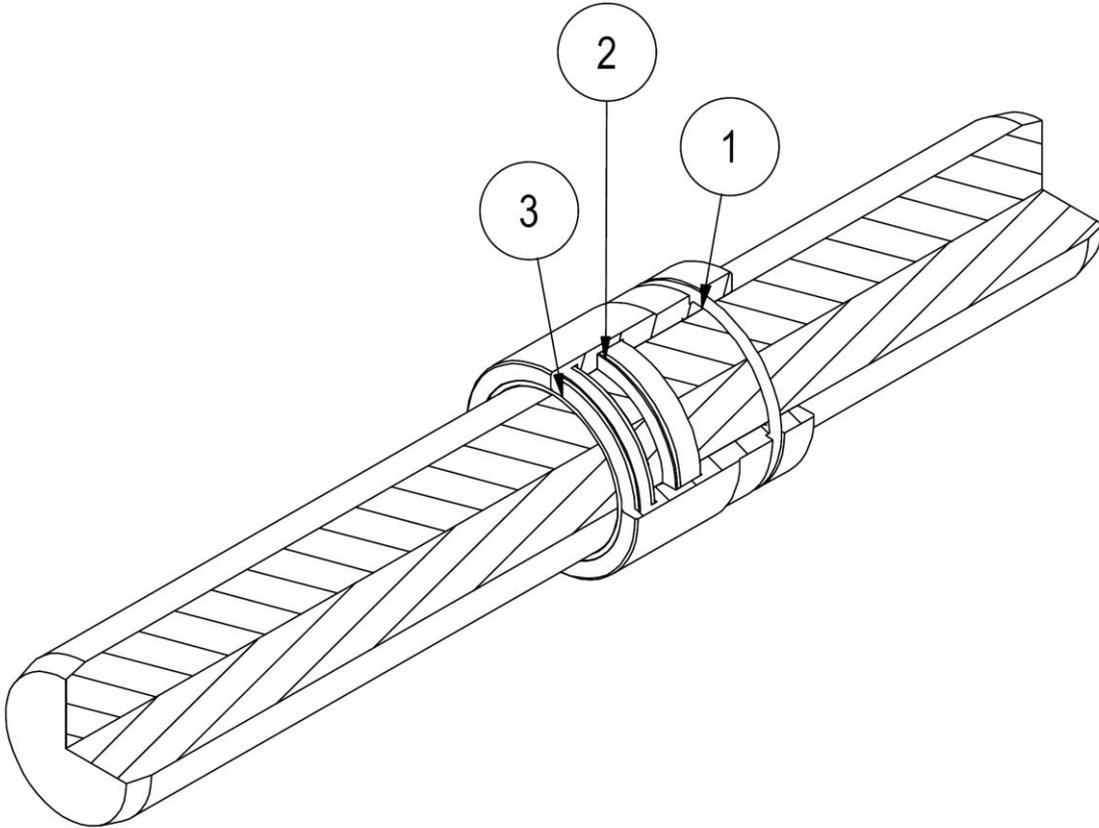

Figure 13
4. Remplacer les joints usés (voir *Figure 13*).